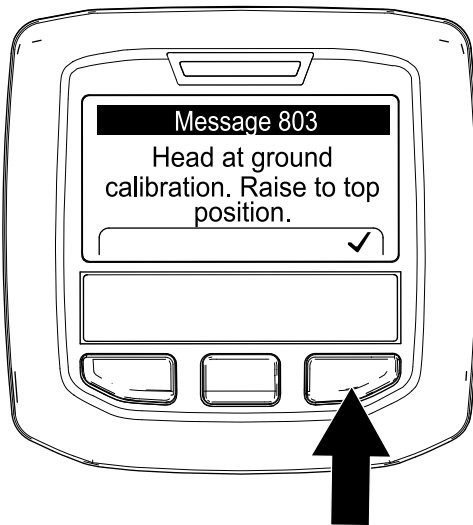

図 117
- ・ タインが地面に突き刺さり始める — この場合にはインフォセンターの右ボタン 図 117を押す